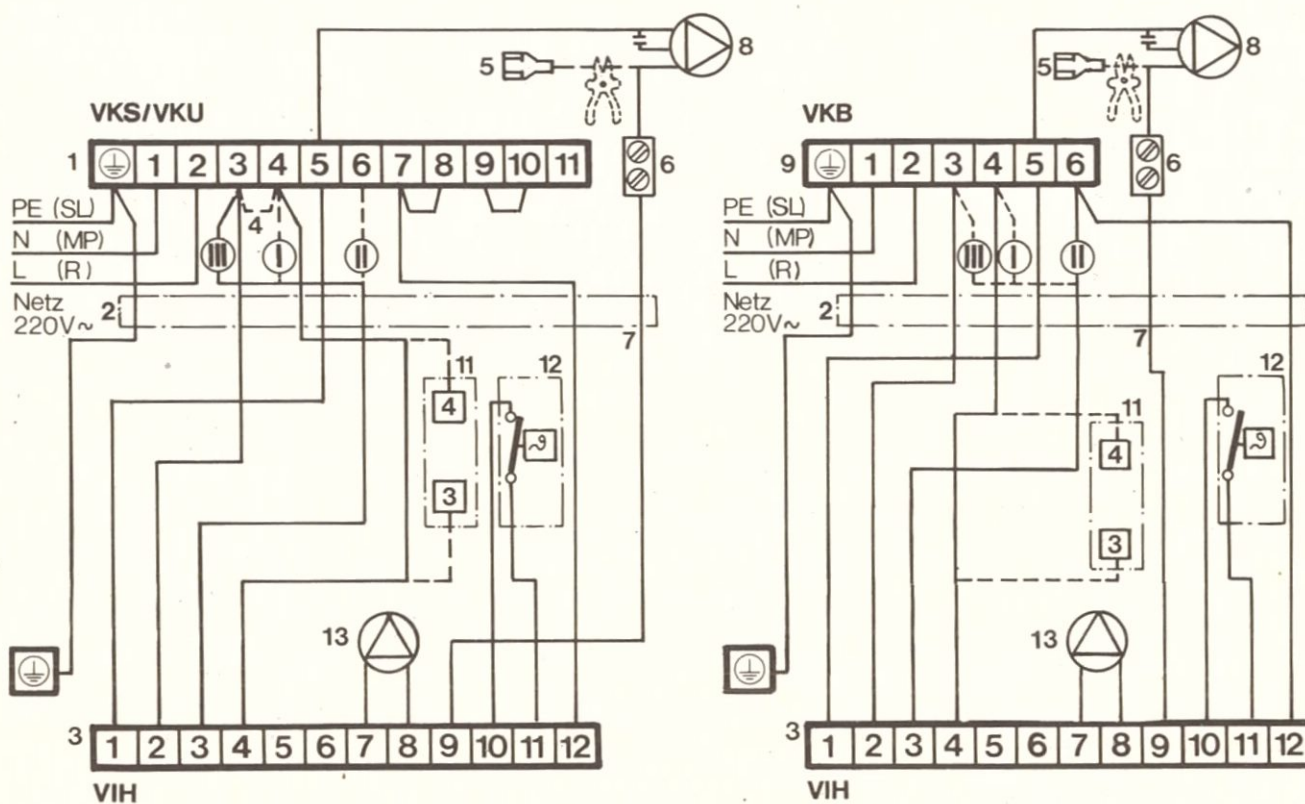

Abb. 4.6 Verdrahtung mit VKS/VKU und VKB
Die Kessel VKS/VKU und VKB älterer Bauart, die nicht mit einem Anschlußstecker versehen sind, werden gemäß Abb. 4.6 verdrahtet.
- Den Anschlußstecker mit der Anschlußleitung entfernen (siehe Verdrahtungsplan 80 65 86) und gemäß Abb. 4.6 verdrahten.
- Anlegethermostat (12) am Heizungsvorlauf des Speichers anbringen.
- Anschluß eines (evtl. vorhandenen) Raum- oder Uhrenthermostaten gemäß (gestrichelter Darstellung) Abb. 4.6 vornehmen.